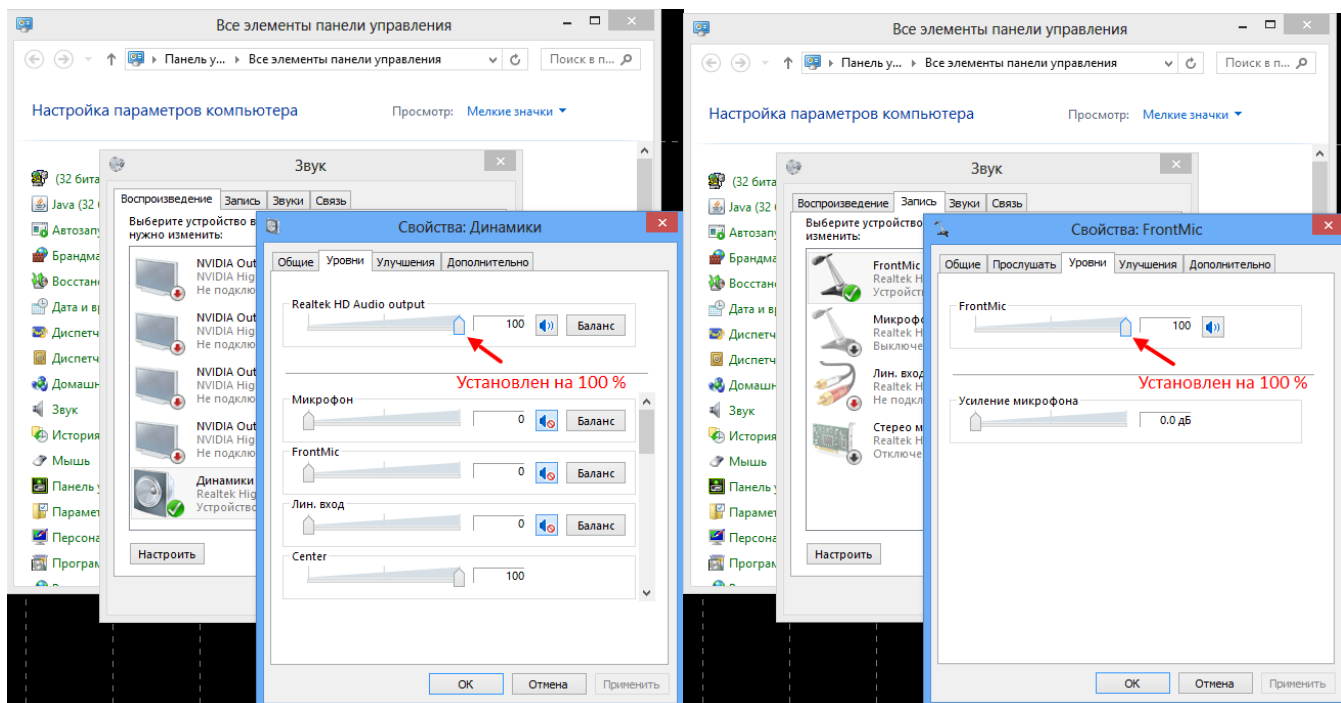

Рисунок 11 – Установка выходных уровней сигналов активных аудиоустройств
1. Включите персональный компьютер. После загрузки убедитесь, что регуляторы уровня для активных аудиоустройств установлены на максимальный (100%) уровень, а регулятор баланса установлен в нейтральное положение. Для этого откройте «Панель управления», далее «Оборудование и звук» и перейдите к свойствам активных устройств (рисунок 11). Проверьте и при необходимости скорректируйте выходные уровни.